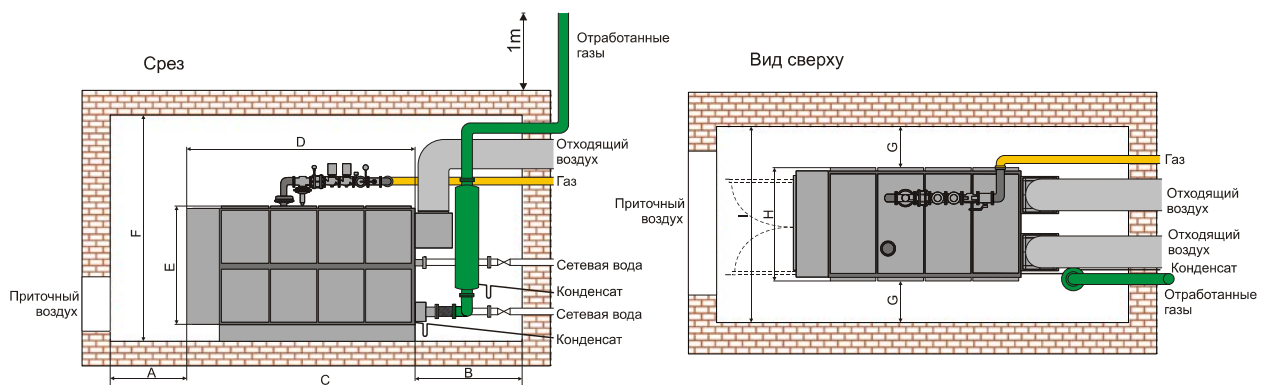

Рис. 7 Образцы монтажного плана – Изображение без арматуры и оборудования для безопасности (размеры в мм)
- Для управления и техобслуживания необходимо оставлять свободное пространство с размером в свету согл. монтажному плану на стр. 32 Рис. 7.